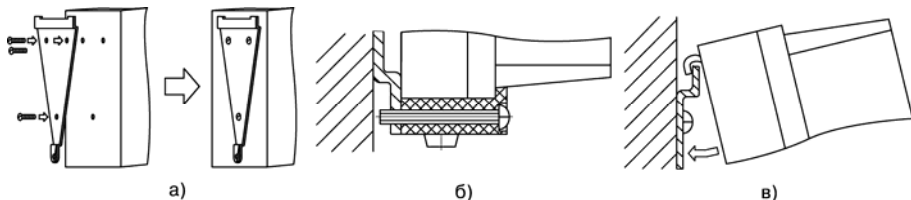

Рисунок 5.1
- 1) Закрепить кронштейн тремя винтами (в комплект поставки не входят) М4 на поверхности, предназначенной для установки прибора (см. приложение А и рисунок 5.1, а).
- 2) Зацепить крепежный уголок на задней стенке прибора за верхнюю кромку кронштейна (рисунок 5.1, б)
- 3) Прикрепить прибор к кронштейну винтом М4 х 35 из комплекта поставки (рисунок 5.1, в).